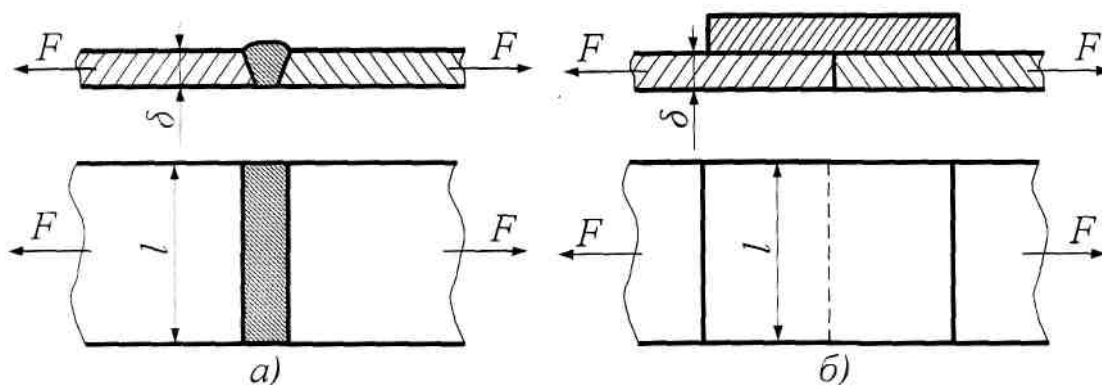

Рисунок 1
Две полосы из стали Ст.3 соединены стыковым швом и нагружены силой  $F$  (рисунок 1). Определить допускаемую силу  $[F]$ , воспринимаемую швами, выполненными по следующим вариантам:
- а) сварка ручная дуговая электродом Э42А (рисунок 1, а);
- б) контактная точечная сварка с накладкой (рисунок 1, б).